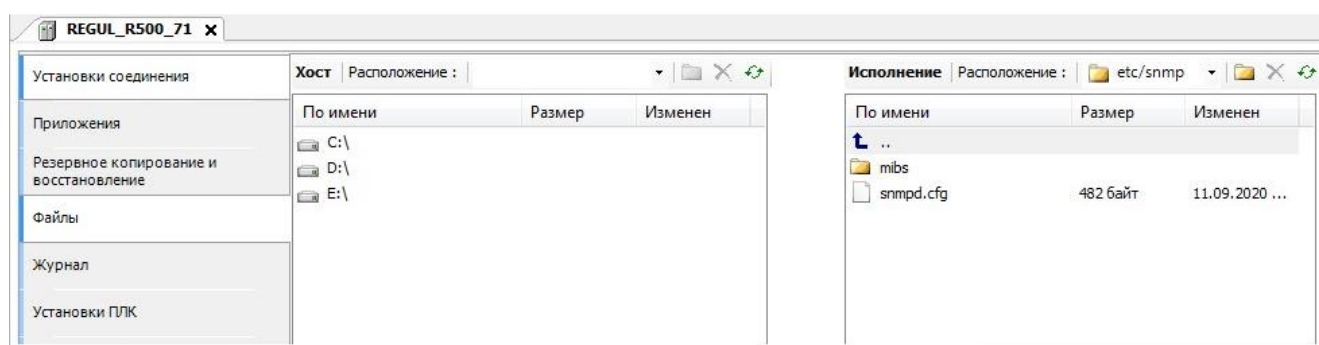

Рисунок 159 – Файл для конфигурирования SNMP агента по версии протокола SNMPv1, расположенный в папке snmp на контроллере
- на главной вкладке параметров устройства перейдите на вкладку **Файлы**. В области **Исполнение** нажмите кнопку  (**Обновить**). В окне отобразится дерево файлов, имеющихся на контроллере. Найдите папку **etc**⇒**snmp** (Рисунок 159);